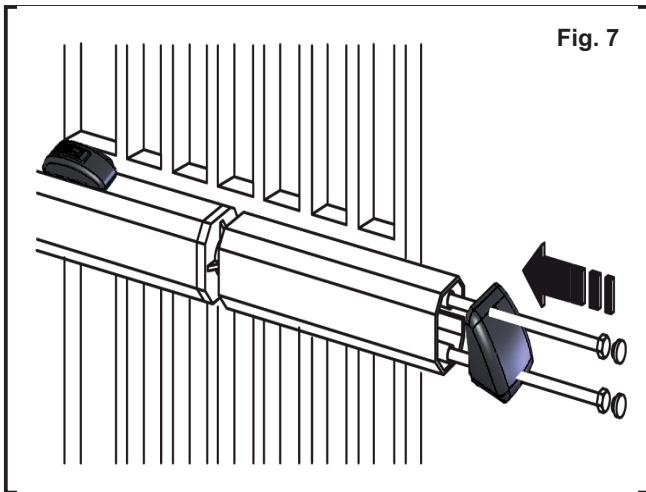

Fig. 7
N) Applicare il copri stelo sull'attuatore BATHY (fig. 7);